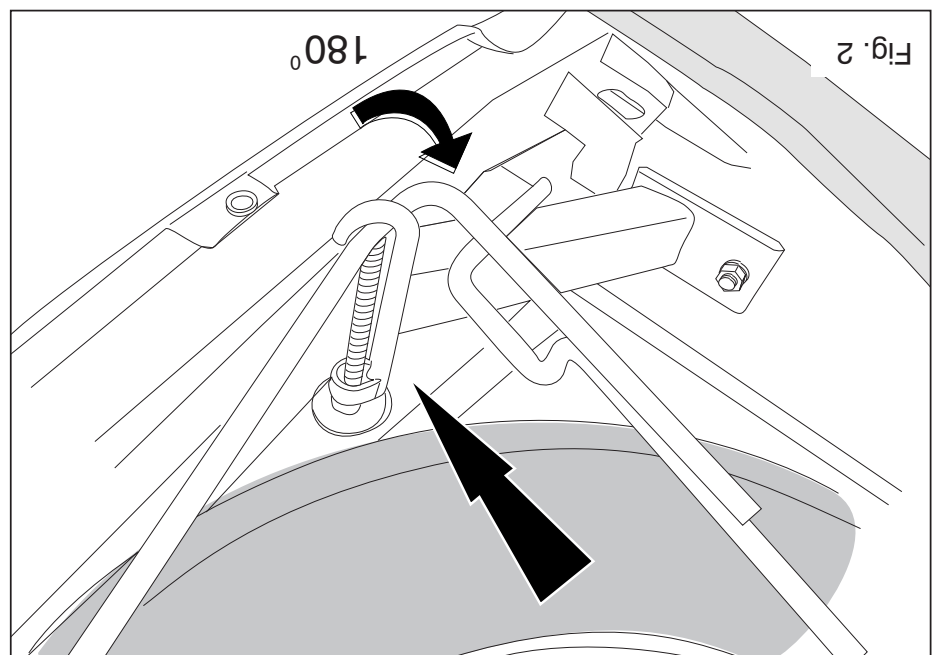

Fig. 2
4. The ball is fitted on the tow bar with two M12x70/26,2 bolts with a socket plate, flat washers and self-locking nuts. Tighten all of the bolts and nuts according to the torques listed in the table. Replace the spare wheel. (see fig. 2 where appropriate.)
- Die Kugel wird mit eine M12x65/21.2-Schraube und eine M12x70/26.2-Schraube inklusive Steckerplatte, Unterlegscheiben und selbstsichernder Muttern an die Kupplungskugel mit Halterung montiert. Alle Schrauben und Muttern gemäß den Angaben in der Tabelle festdrehen. Das Ersatzrad wieder befestigen. (siehe Fig. 2, Falls vorhanden)
4. La roue est montée sur l'attache-remorque à l'aide de deux boulons M12x70/26,2, y compris la prise électrique, les rondelles de blocage et les écrous autobloquants. Serrer tous les boulons et écrous conformément au tableau. Remettre en place la roue de secours.(s'il est appliqué voir la fig. 2).
4. La bola se monta en el gancho de remolque por medio de dos tornillos M12x70/26,2 inclusive placa enchufe, arandelas planas y tuercas de seguridad. Aprete todos los tornillos y tuercas de acuerdo con la tabla. Volver a poner la rueda de repuesto. (véase la fig. 2, si procede).